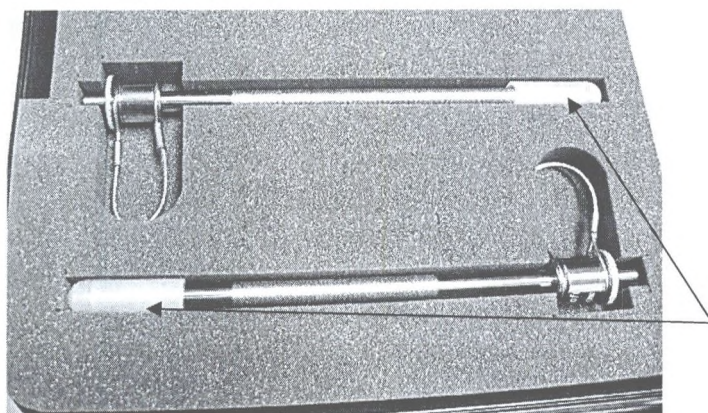

Рисунок 6: Пластмассовые концевые крышки на каналах
- Пластмассовые крышки на конце каналов нужно снять непосредственно после получения во избежание неправильного использования и последующей случайной стерилизации (см. рисунок 6).